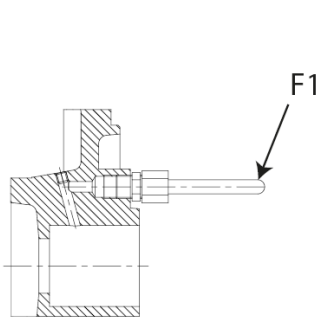

Fig.5
- La refrigeración, el sellado y el lavado de las tuberías de sellado deben conectarse únicamente a las conexiones designadas que se encuentran en la bomba (Fig. 5 y 6).